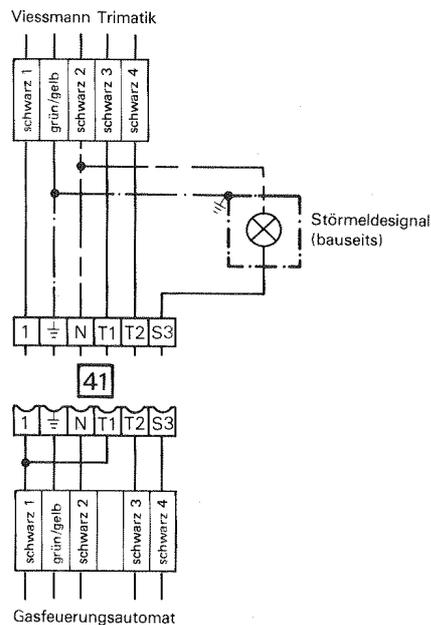

Abb. 15 Anschluß eines externen Störmeldesignals (nur bei Vollautomaten)
2. Anschlusskabel des Störmeldesignals in Stecker [41] der Viessmann Trimatik entsprechend Abb. 15 anschließen.